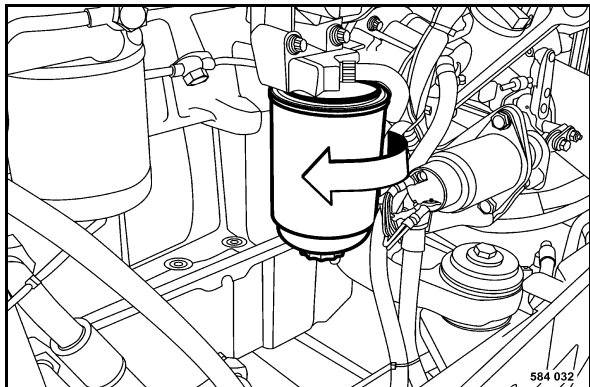

Fig. 144
- Dévisser la cartouche (Fig. 144) au moyen d'une clé à bande appropriée.